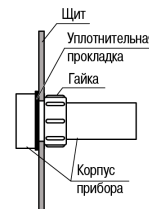

Рисунок 5.1 – Монтаж прибора щитового крепления
1. Подготовить в щите круглое отверстие диаметром 22,5 мм (см. рисунок 5.1).